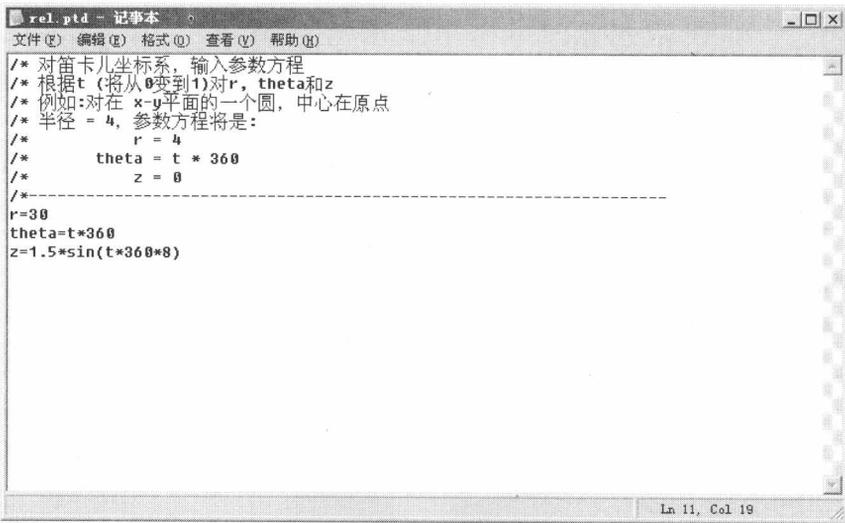

图1-3
- (1) 单击  按钮启动基准曲线工具。
- (2) 在曲线选项菜单中执行【从方程】/【完成】命令，然后选择默认的坐标系。
- (3) 选择【圆柱】选项，输入如图 1-3 所示的方程，保存后关闭对话框。